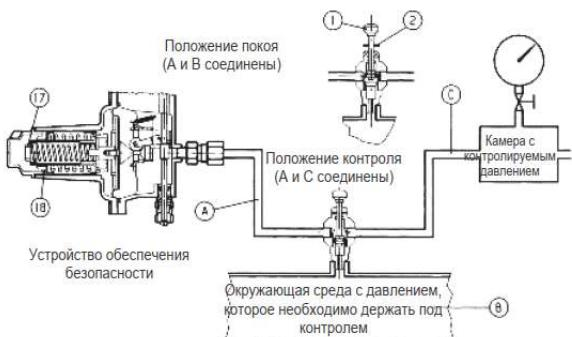

Рис.19
А. Для отсекающих устройств соединенных с выходным трубопроводом посредством переключающего трехходового клапана "push" 11 необходимо действовать следующим образом (рис. 19):
- A. Для отсекающих устройств, соединенных с выходным трубопроводом посредством переключающего трехходового клапана "push" 11 необходимо действовать следующим образом (рис. 19)